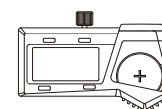

Fig.2
- Inserire la batteria nel suo alloggiamento; il lato positivo della batteria (+) deve essere rivolto verso l'esterno (Fig. 2).